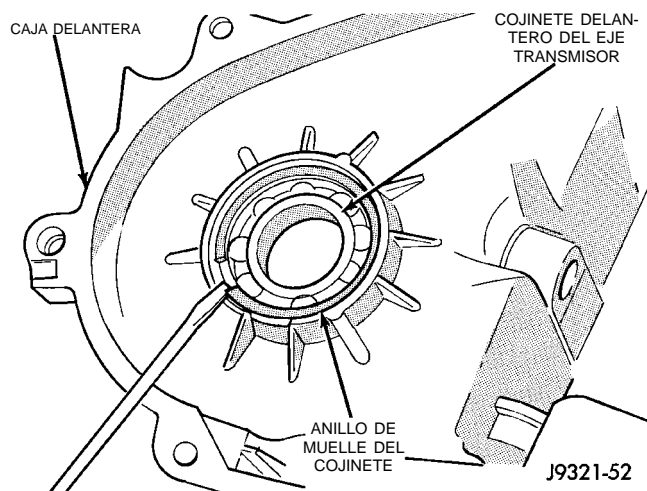

Fig. 44 Desmontaje del anillo de muelle del cojinete delantero del eje transmisor
(2) Retire el anillo de muelle que retiene el cojinete delantero del eje transmisor en la caja delantera (Fig. 44).